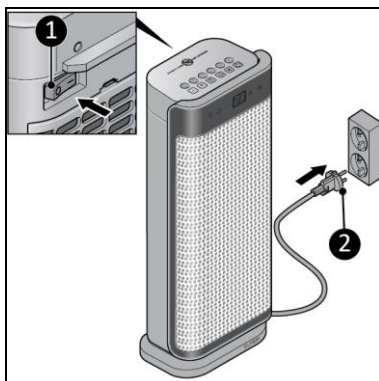

Figura 7
2. Asigurați-vă că dispozitivul este în poziția OPRIT (Figura 7, poz. 1).
4. Introduceți ștecăru (Figura 7, poz. 2) într-o priză de perete ușor accesibilă. Utilizați o priză de perete cu o putere minimă de 2000 wați.